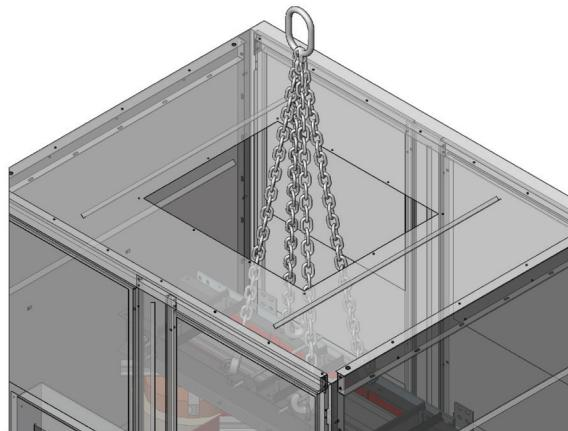

FIGURA 8
8. Tome del núcleo y la bobina solamente para elevar el transformador de potencia a través del recorte en el techo del gabinete (ver la figura 8).